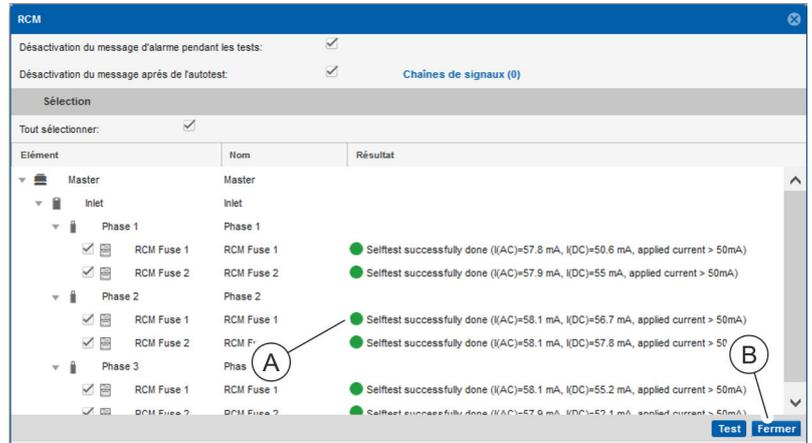

Fig. 109 : Fenêtre « RCM »
7. ➔ Contrôler le résultat de l'auto-test RCM (Fig. 109 /A).
8. ➔ Pour quitter la fenêtre « RCM », appuyer sur le bouton « Fermer » (Fig. 109 /B).